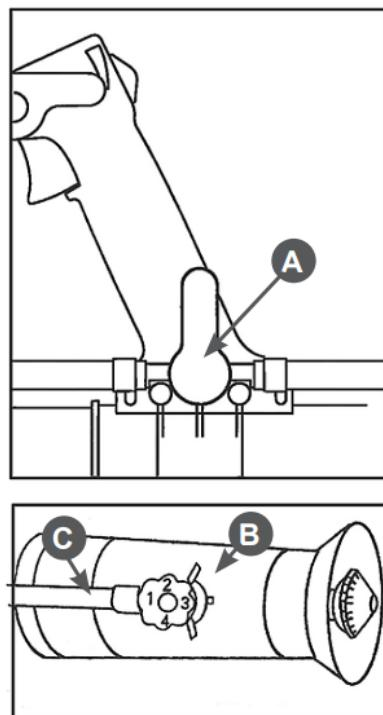

Рисунок 17 - Настройка дозатора (А - Кран запорный В - Регулятор дозатора С – Шланг)
Запорный кран А (Рис. 17) на рукоятке управления открывает и перекрывает подачу раствора.
3. Количество выделяемого раствора может изменяться поворачиванием регулятора В дозатора (Рис. 17) на сопле.
Позиция «1» на регуляторе дозатора это минимальный поток распыляемой жидкости, а «4» — максимальный. Необходимый номер позиции регулятора должен быть установлен напротив шланга сопла С (Рис. 17). Проверяйте работу дозатора с регулярными интервалами. Для этого: